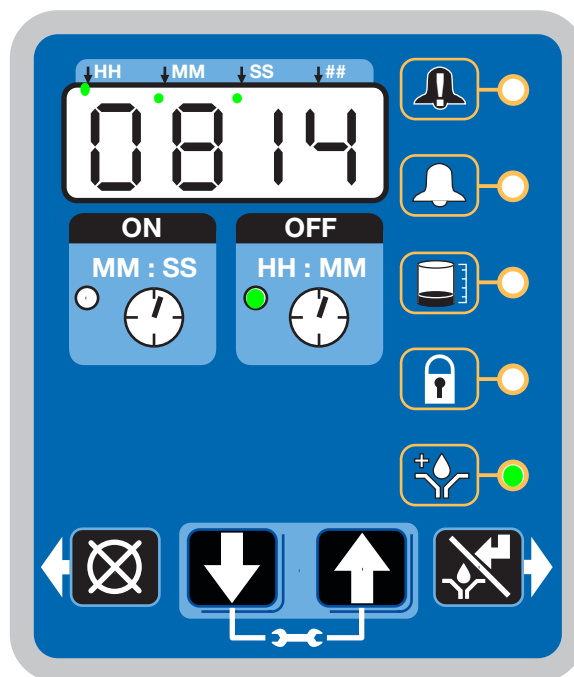

FIG. 23
- Il LED vicino all'orologio nel campo relativo allo spegnimento è illuminato (FIG. 23).
- Il LED di prelubrificazione si accende (FIG. 23).
- Il display visualizza il tempo rimanente prima dell'inizio del ciclo di lubrificazione. L'esempio nella FIG. 23 mostra che mancano 8 minuti e 14 secondi all'avvio di un ciclo di lubrificazione.